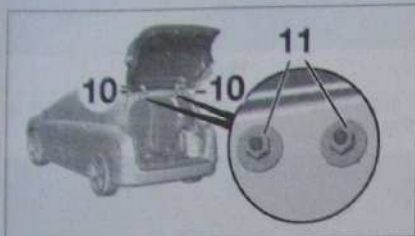

Fig. 180
- À l'aide d'un petit tournevis, dégrafer les stabilisateurs (10) (Fig. 180).